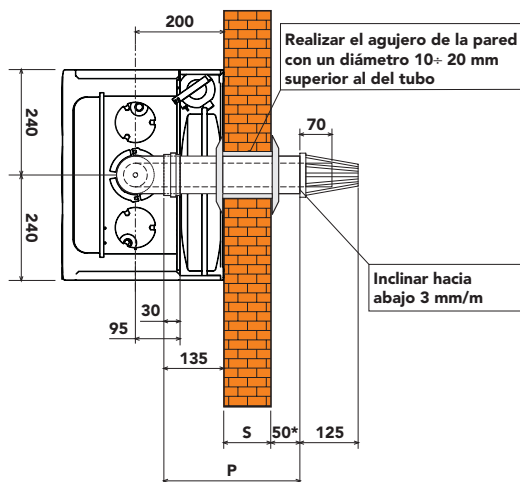

fig. 13a
4. Si es necesario, cortar el tubo terminal a medida, considerando que la tubería exterior debe sobresalir de la pared de 10 a 60 mm (figs. 13a y 13b). Eliminar las rebabas del corte.